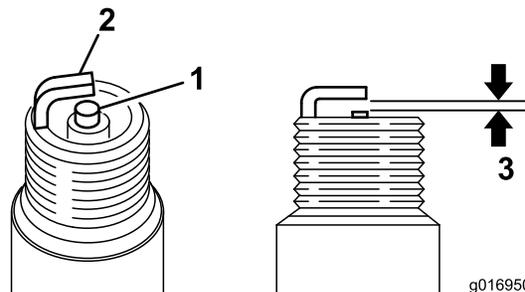

Figure 39
- Réglez l'écartement des électrodes entre 0,6 et 0,7 mm, comme montré à Figure 39. Posez la bougie avec l'écartement correct et serrez-la fermement à 23 N·m